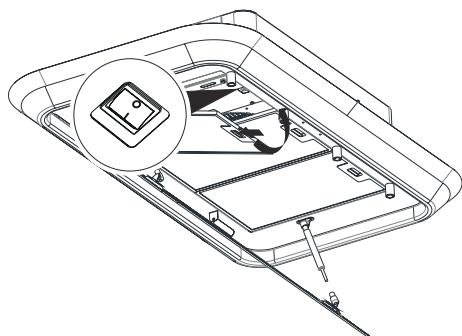

Abb. 16
- 6.** ➔ Die Hauptsicherung unter der Motorbox in Position 1 stellen. (Abb. 16)
Metallfettfilter montieren. (Abb. 16).